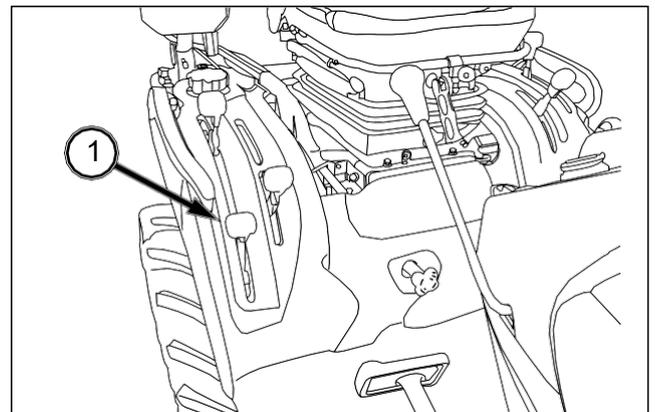

FIG. 67
FIG. 67: Los modelos de tracción integral tienen un eje delantero motor. El embrague y el desembrague del eje delantero se controla desde una palanca (1) del lado derecho del tractor.